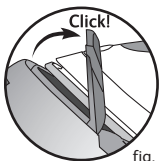

fig. 2
- Verrouillage - fig.2
- posez le fer sur la plaque repose-fer de la centrale vapeur et rabattez l'arceau de maintien sur le fer jusqu'à l'enclenchement du verrouillage (identifié par un "clic" sonore) - fig.2.